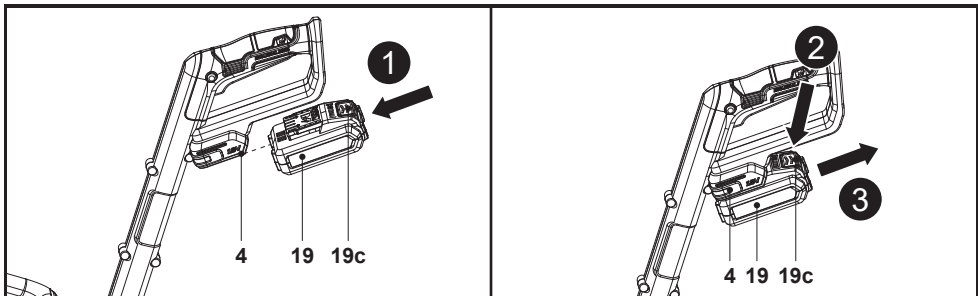

Fig. 2
Montaje: Alinee la batería (19) con el puerto de conexión de la batería (4) y deslícela hacia dentro. Asegúrese de que encaja en su sitio (Fig. 2).
Desmontaje: Presione el botón de liberación (19c) y saque la batería (19) del puerto de conexión de la batería (4) (Fig. 2).
1. Conecte el enchufe (20a) del cargador (20) a una fuente de alimentación adecuada.
2. Alinee la batería (19) con el puerto de conexión de la batería (20d) y deslícela hasta que encaje en su sitio (Fig. 2).